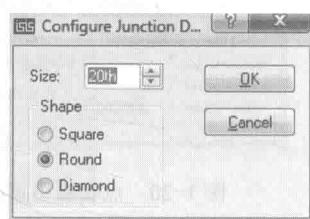

图 1-26 编辑交点
(3) 选择“Template→Set Junction dots”菜单命令，编辑交点。如图 1-26 所示。